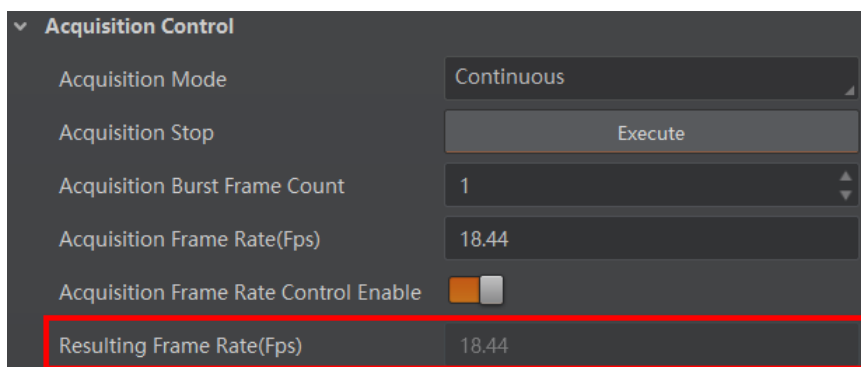

图4-2 查看实时帧率
4. 相机最终帧率的大小可以通过 *Acquisition Control* 属性下的 *Resulting Frame Rate* 参数查看，如图 4-2 所示。